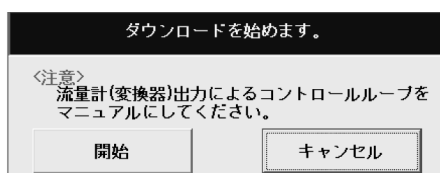

図66
- ② 流量計の確認が終了したら「1. ファイルを開く」に従い、ダウンロードしたいデータを読み出します。
- ③ 画面上部メニューの「ファイル(F)」をクリックし、「データベース(F)」を選び、「ダウンロード(T)」を選び再度クリックします。
- ④ 図66のようなメッセージボックスが現れますので、変換器へデータをダウンロードする場合は「開始」ボタンをクリックしてください。